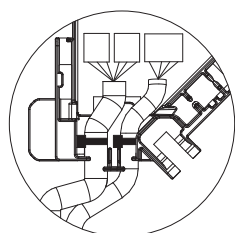

Fig. 5-16
- Accertarsi che il nastro per il fissaggio dei cavi di giunzione dell'i-See sensor e del ricevitore di segnale sia posizionato all'interno della scatola dei connettori. (Fig. 5-16)